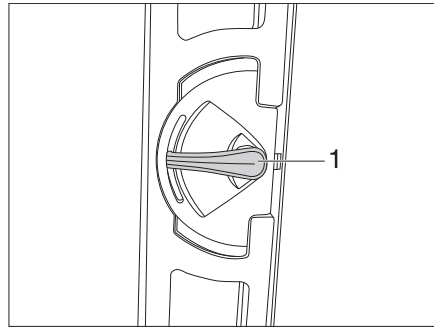
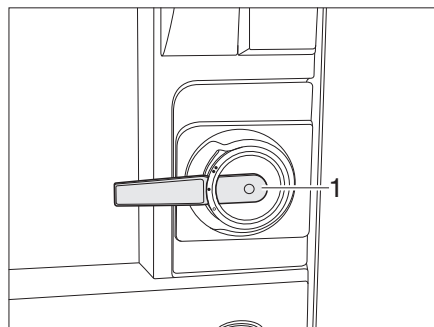

Fig. 21 Variante 1: Serrure de la porte de cellule, à l'intérieur, ouverte
Fig. 23 Variante 2: Serrure de la porte de cellule, à l'intérieur, ouverte
- Pousser la poignée de porte (Fig. 21,1 ou Fig. 23,1) vers le bas.